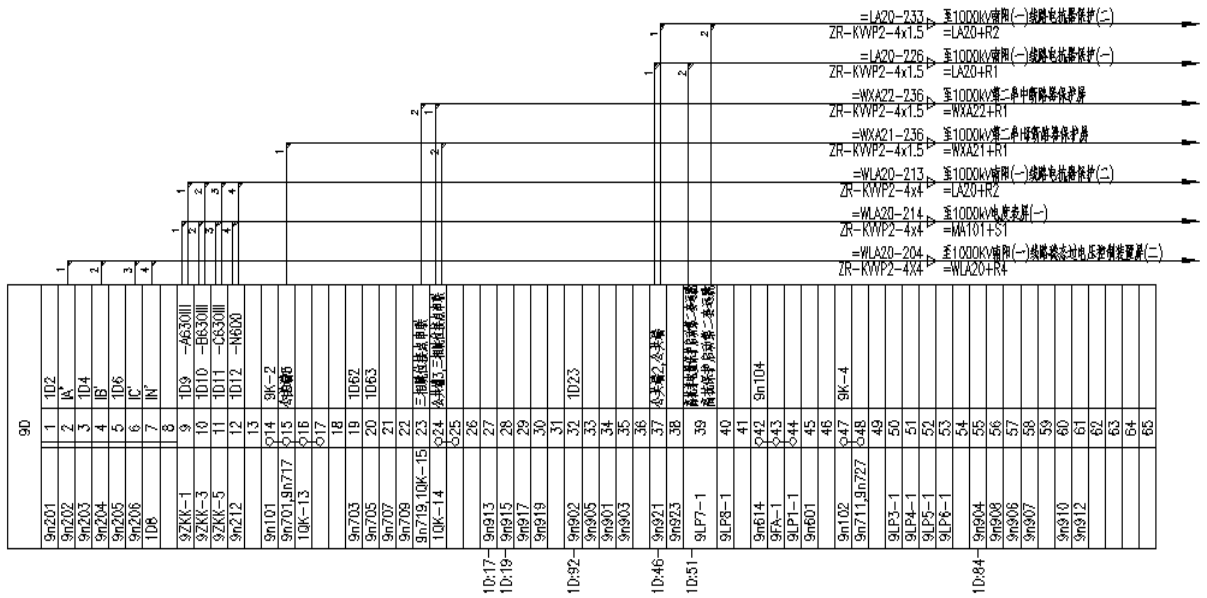

图 8
6. 端子排接线图：在交叉链接完成后，系统可以自动生成端子排，用户可以在厂家端子排图纸上提取厂家的端子排信息，系统会自动将厂家图纸上的信息提取并放置到所生成的端子排图纸上。生成后的端子排如图 8 所示：